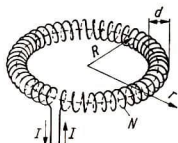

Bild 46
■ 8.25 Eine Ringspule (Bild 46) hat  $400$  Windungen, den Radius  $8,0 \text{ cm}$  und den Wicklungsdurchmesser  $2,0 \text{ cm}$ . Sie wird von einem Strom der Stärke  $3,0 \text{ A}$  durchflossen. Berechnen Sie das Magnet-